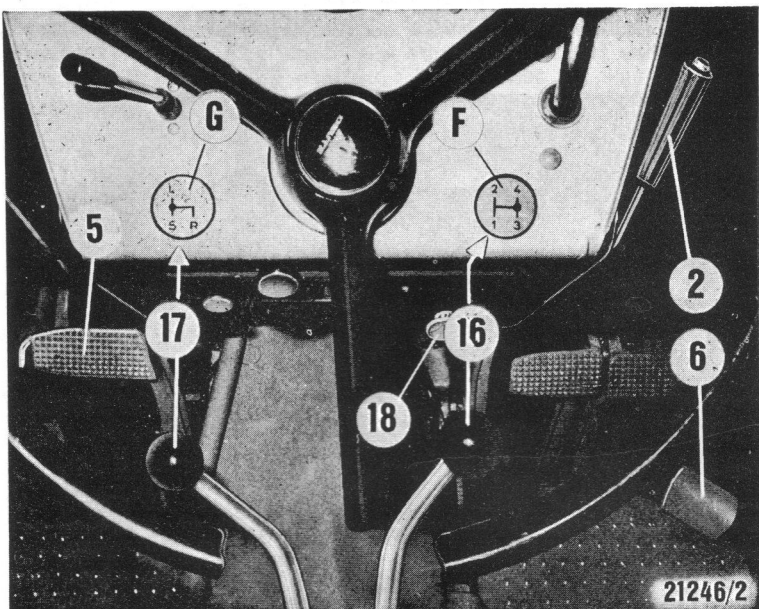

Fig. 16
- b) débrayer, passer les leviers de sélection des gammes et de passage des vitesses au point mort; freiner si besoin; serrer le frein de stationnement (frein à main — ② fig. 16). Par temps de fort gel, engager toujours un rapport de vitesse, ne pas se fier au frein à main sur les garnitures duquel une couche de glace aurait pu se former, le rendant inefficace.